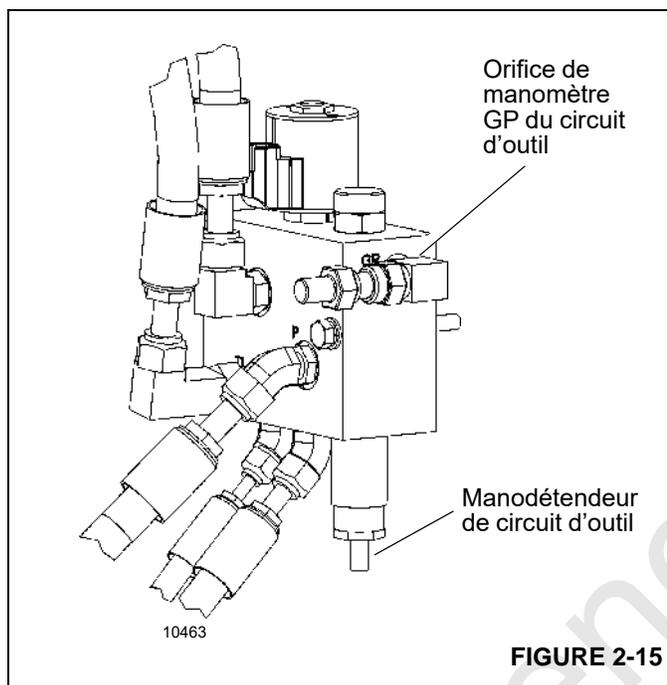

FIGURE 2-15
Le répartiteur de circuit d'outil comprend le seul manodétendeur du circuit. Il est réglé à 124 bar (1800 psi) (Figure 2-15 et Tableau 2-3).
1. Installer un manomètre de 345 bar (5000 psi) minimum dans l'orifice de manomètre GP de la vanne du circuit d'outil (Figure 2-15).